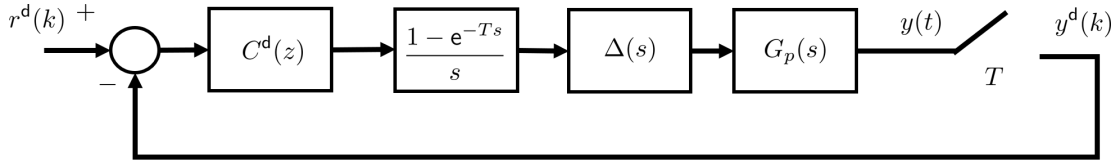

Figure 2: 불확실성 $\Delta(s)$ 가 존재하는 폐루프 제어 시스템
이제 MATLAB의 `step` 함수를 이용하여, $C^d(z) = 1$ 일 때의 Figure 2의 폐루프 시스템의 단위 계단 응답을 그리세요.
d. MATLAB의 `step` 함수를 이용하여, $C^d(z) = C_{\text{lag}}^d(z)$ 일 때의 Figure 2의 폐루프 시스템의 단위 계단 응답을 그리세요.